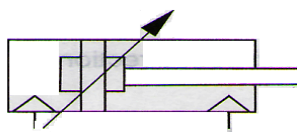

Рис. 19
1. *Цилиндр одинарного действия*, в котором давление воздуха действует только в одном направлении. Обратный ход совершается внешними силами и/или встроенными пружинами (рис. 19).